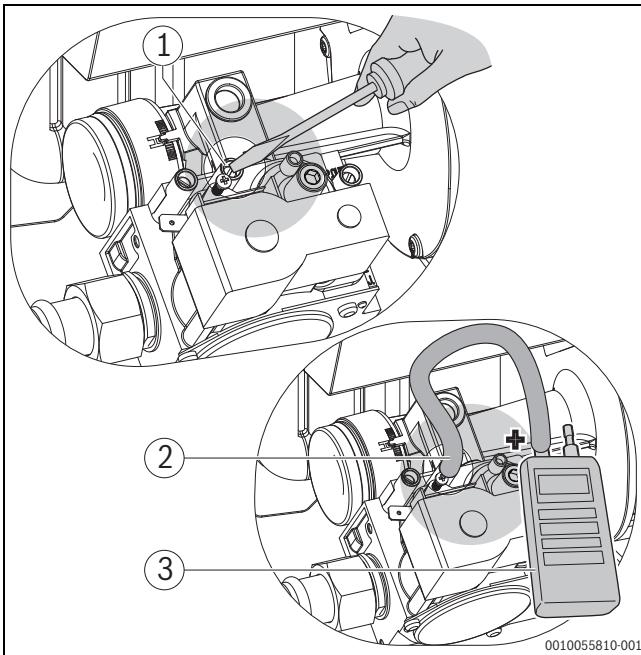

Bild 41 Gas-Luft-Verhältnis kontrollieren und einstellen
- Verschlusschraube am Messnippel um zwei Umdrehungen lösen (→ Bild 41).
- „+“ Anschluss des Druckmessgeräts über einen Schlauch mit dem Messnippel an der Gasarmatur verbinden (→ Bild 41).